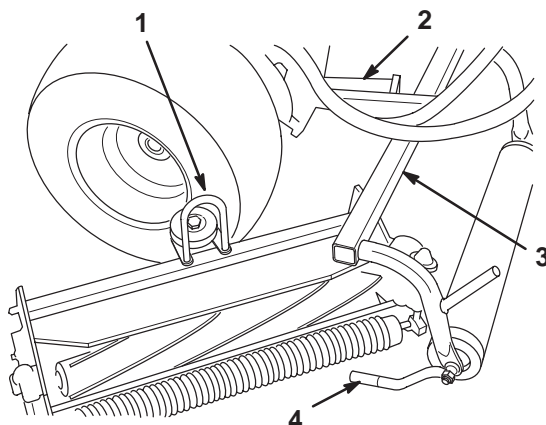

Bild 8
2. Schieben Sie die Schneidwerke unter die Zuggestelle und ziehen die Schlaufe an der Oberseite der Schneidwerke über die Hubarme (Bild 8).